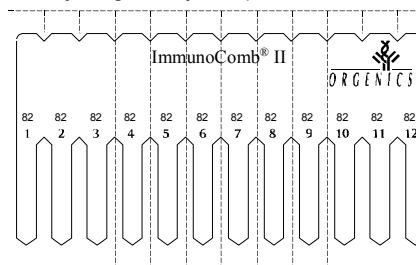

Figura 4. Fraccionamiento del Peine
- b. Doble el Peine y pártalo en forma vertical o córtelo con las tijeras (vea Figura 4) para separar el número de dientes requerido. (Nro. de pruebas incluyendo 2 controles).